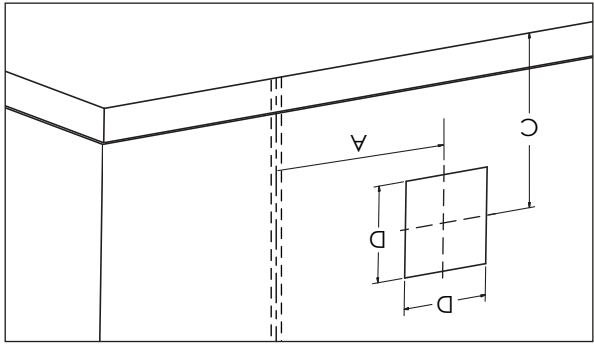

Figure 16
2. En tenant compte des dégagements minimaux mentionnés dans le tableau 2, repérez le montant mural le plus proche (qui servira à maintenir l'appareil) et marquez le centre du trou carré à une distance « A », (si le montant mural est à droite), ou « B », (si le plot est à gauche)(voir tableau 2 et figures 16 et 17).